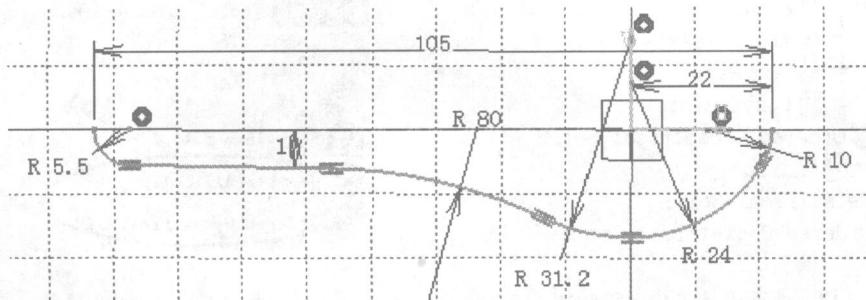

图 1-16 建立 Sketch. 1(草图 1)
②选取 ZX 平面,单击 Sketcher(草图)按钮,可进入 Sketcher 工作台,在该工作台中建立草图,如图 1-16 所示。完成后单击 Exit workbench(退出工作台)按钮可退出草图工作台。